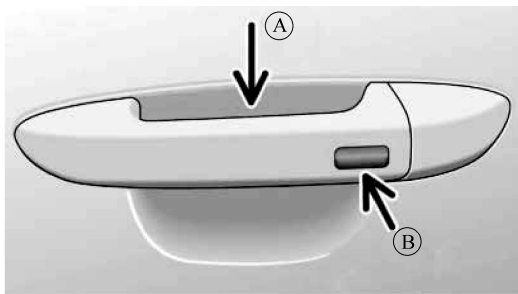

图 5-4-13 车门把手结构示意图
① 无钥匙解锁：通过前门拉手或行李箱盖上的按钮将汽车解锁。
② 无钥匙起动：起动发动机并行驶。为此在车内必须有一把有效的遥控钥匙。
③ 无钥匙闭锁：通过前门拉手之一将汽车锁止。
点火钥匙上的 ID 发送器必须在锁定位置的检测范围内(1.5m 左右)。触摸车门把手时，激活车门把手内侧的接近传感器。读取点火钥匙上的 ID 发送器，一旦被有效识别，车门立即解锁。拉起车门把手①，如图 5-4-13 所示，则打开车门。
4) 关闭车门并锁止：点火钥匙上的 ID 发送器必须在锁定位置的检测范围内(1.5m 左右)。如图 5-4-13 所示，触摸车门拉手上的传感器②一次，锁止传感器激活。读取点火钥匙上的 ID 发送器，如果被有效识别，则车辆锁止。